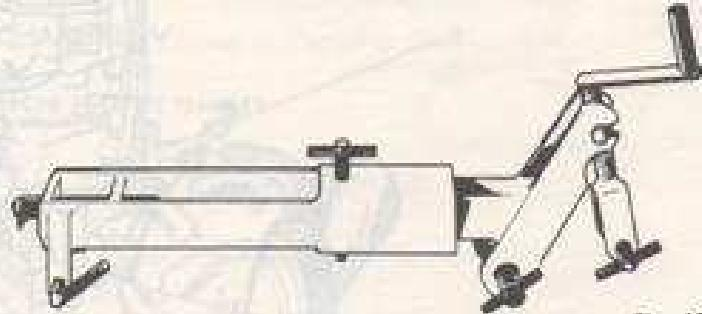

Fig. 10
- Un attelage avec vis de réglage de profondeur (fig. 10) complément du premier permettant la fixation d'une gamme très étendue d'outils :
L'équipement du 2005 S pour labourer au brabant ou à la charrue est le suivant (voir fig. 10 bis page 12) :
Fig.10 bis